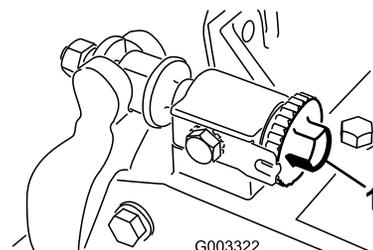

図 25
1. ベッドナイフ調整ノブ 図 25 を左に回して、ベッドナイフとリールの接触を完全になくす。